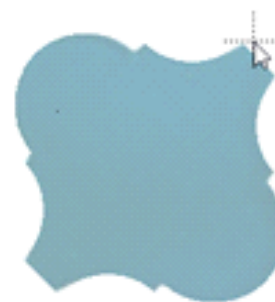

рис. 39
3. Кликните один раз по плитке – появится красный пунктирный крестик (рис. 39);